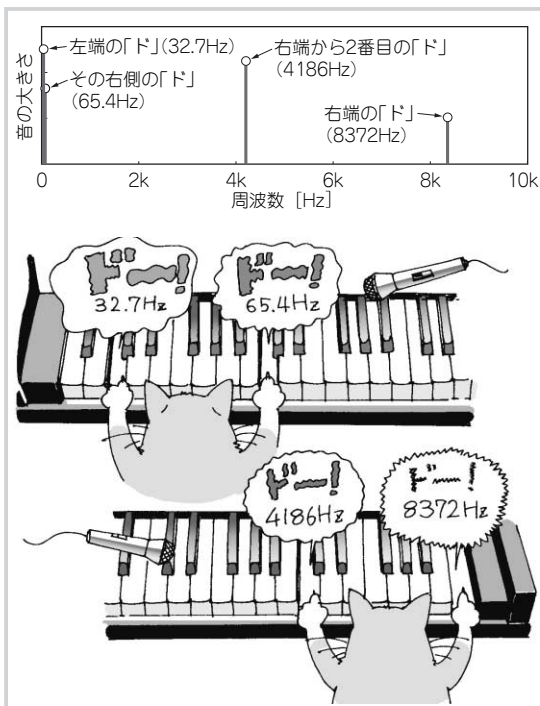

図10-1 普通にグラフをプロットするとわかりにくいもの①
(1) 図10-1のように、回路が動作する周波数帯域が非常に広いもの(低いところから高いところの比として…という意味。ハイファイ・オーディオや高周波測定器などが例) ⇨ これはだいたいグラフのX軸方向の大きさとして作図される
さて図10-1のように、普通のグラフで表すと、高い周波数(4186 Hz ~ 8372 Hz)のあたりの変化は図から読み取れますが、低い周波数(32.7 ~ 65.4 Hz)での